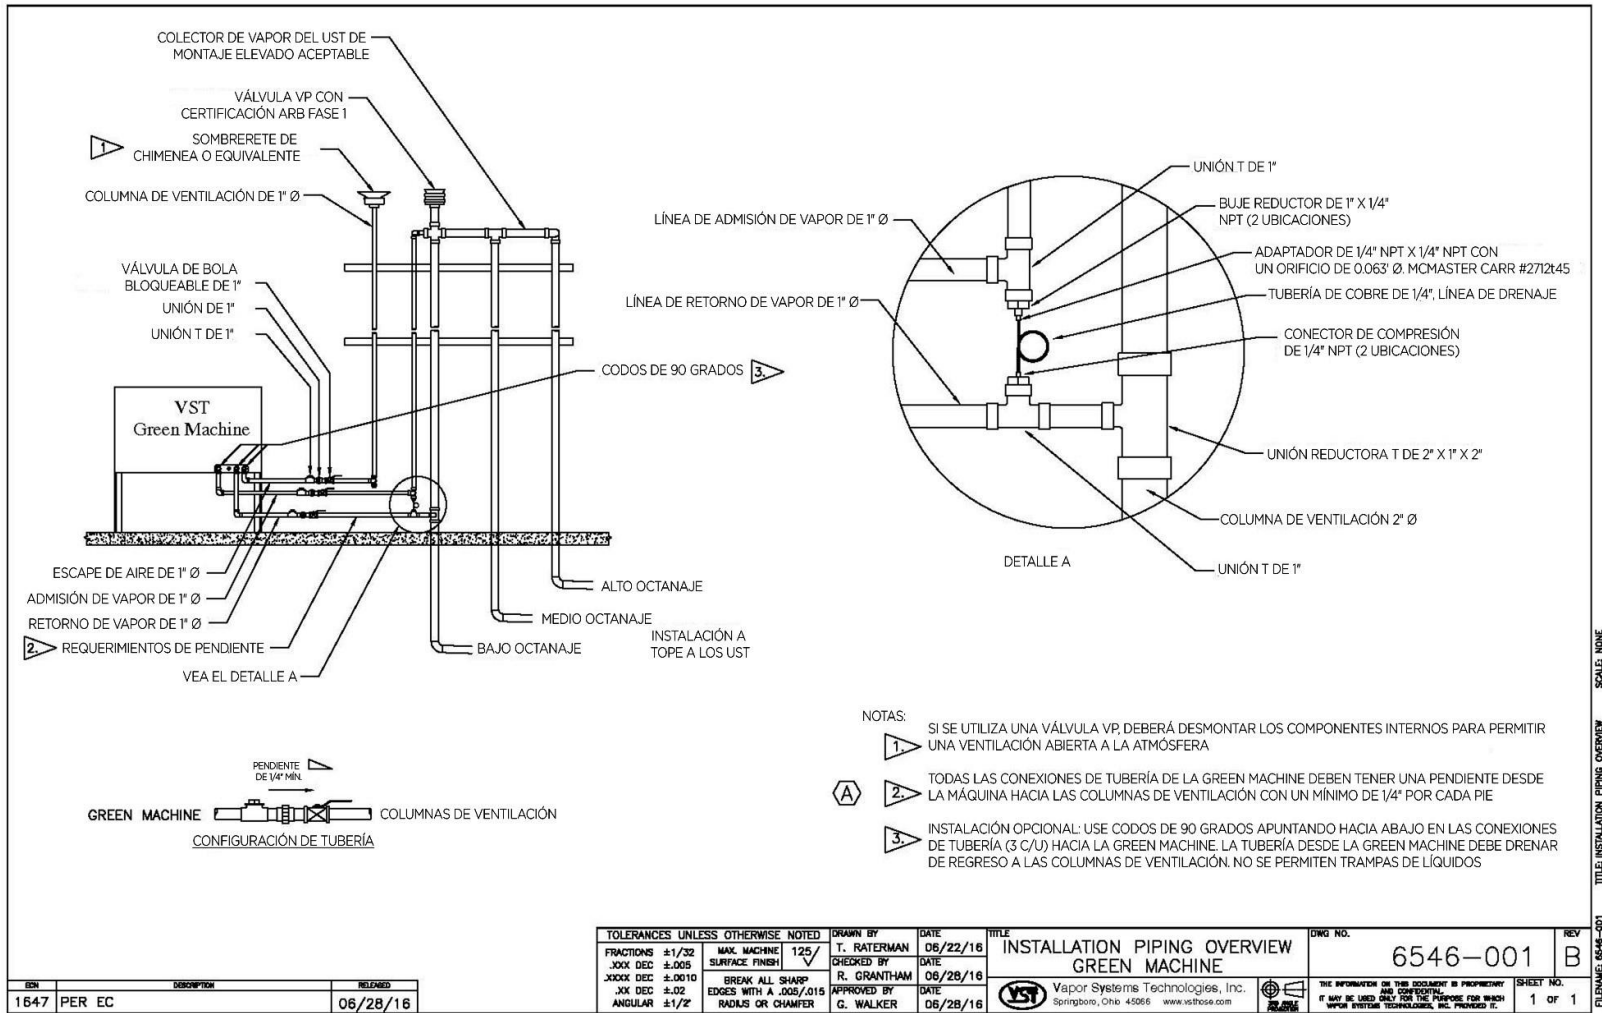

Figura 6-2: Descripción de las tuberías de vapor
3.	Cierre las tres (3) válvulas de bola que se encuentran entre la GREEN MACHINE y las líneas de venteo. Referencia a la Figura 6-2.
4.	Retire las tapas de las tres conexiones en T. Referencia a la Figura 6-2.